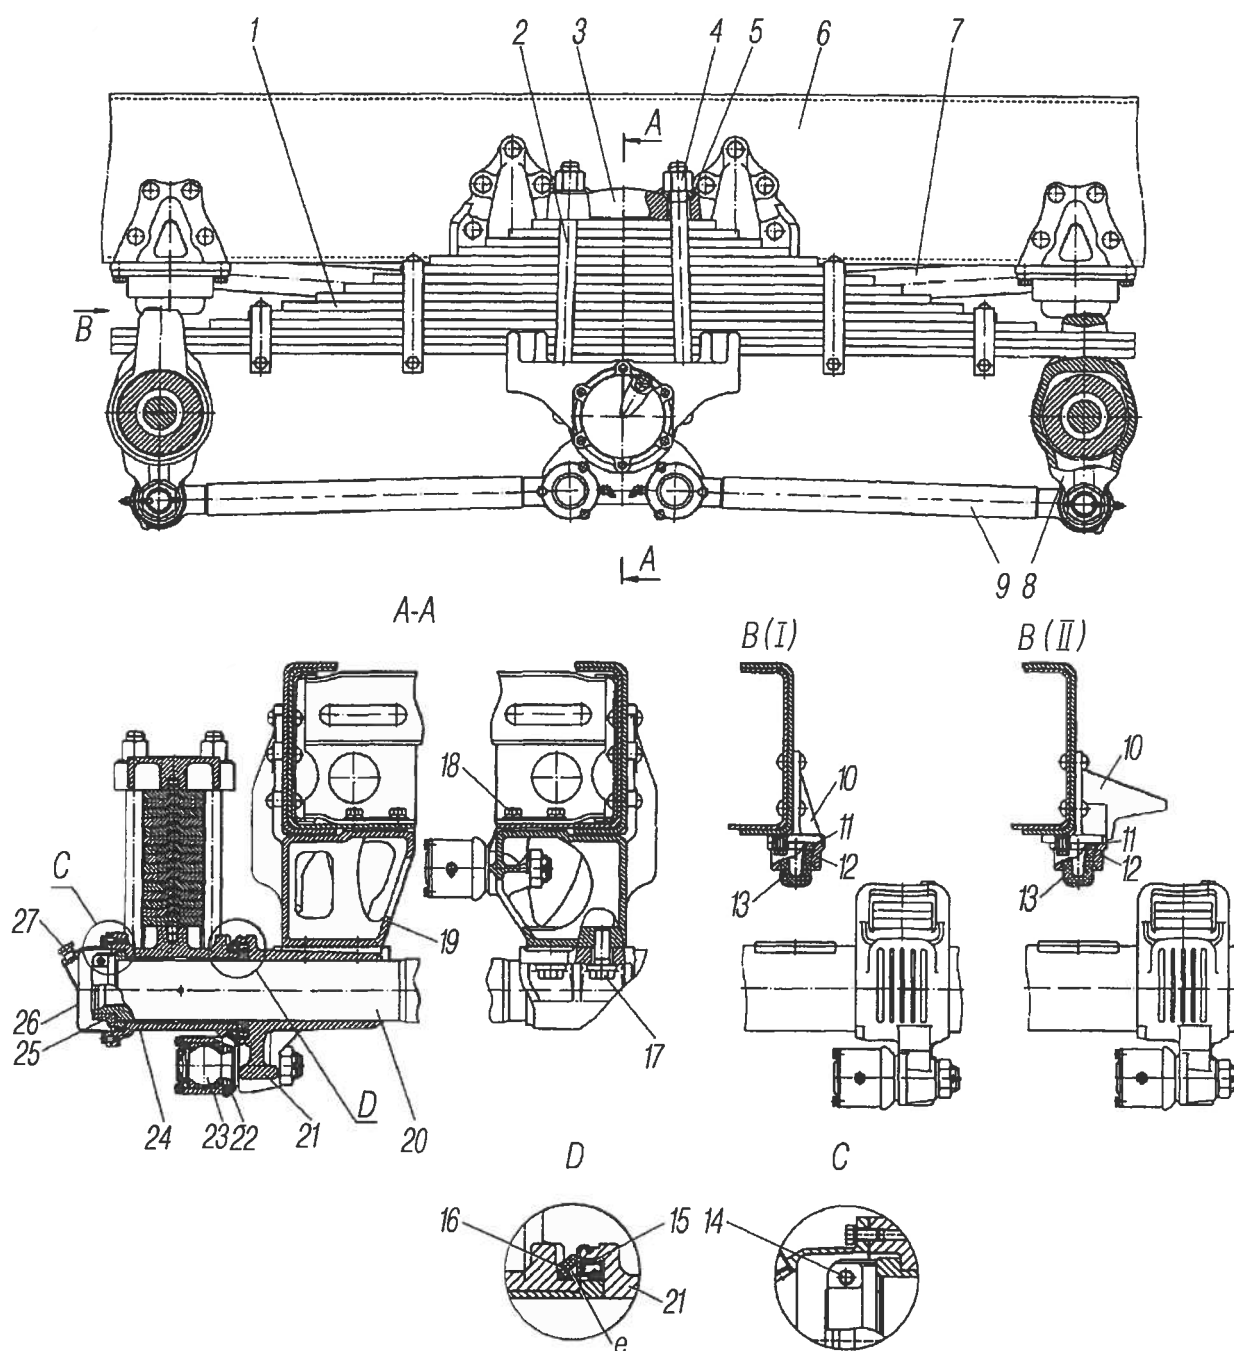

Рис. 42. Подвеска среднего и заднего мостов:
**Задняя подвеска** балансирного типа, концы рессор входят в проушины опорных кронштейнов 8 (рис. 42).
Для снятия стремянки 2 (см.рис. 42) без отсоединения реактивных штанг поддомкратить автомобиль, установить под ось балансира или раму подставку.